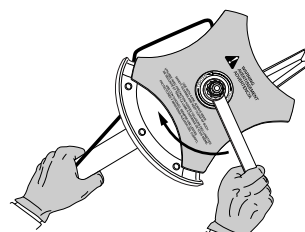

Fig. 13
- Sostenga la varilla de cierre en su lugar junto al brazo de la unidad (Fig. 13).
- Mientras sostiene la varilla de cierre, afloje la tuerca de la cuchilla girándola en sentido horario con una llave de casquillo o de boca cerrada de 13 mm (Fig. 13).